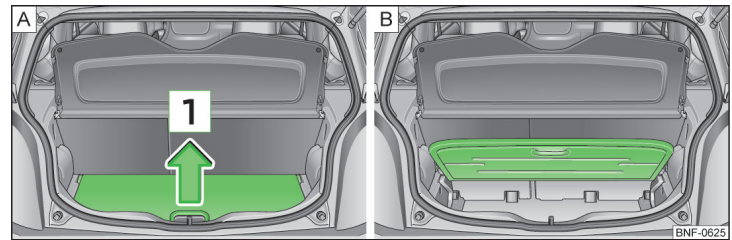

Fig. 71 Podeaua variabilă: deschiderea / rabatarea în sus
- > Prindeți podeaua variabilă de mânerul și ridicați-o în sensul săgeții, până la opritor » fig. 71 - .